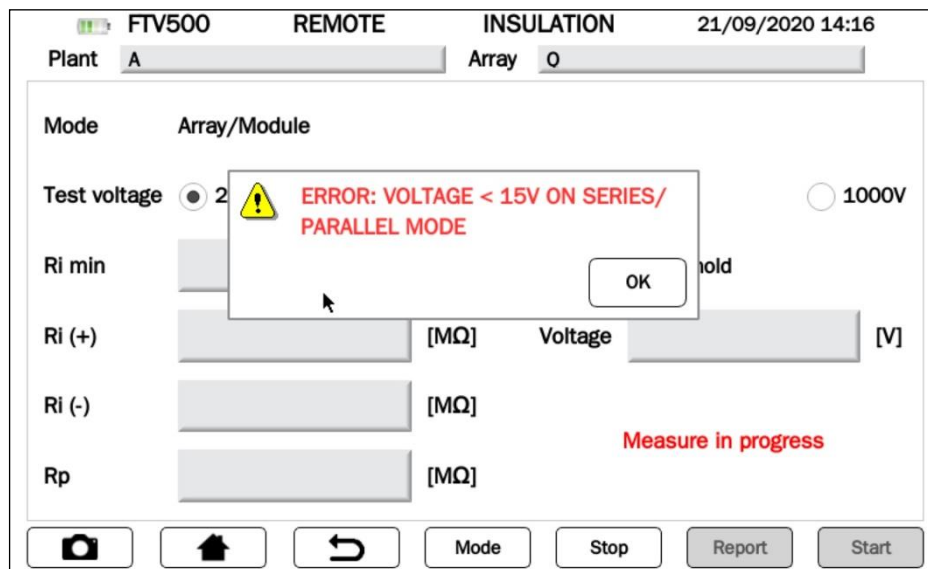

Figure 14.7.5-13 : Erreur lorsque la tension est inférieure à 15 V
**ATTENTION :** Ce test ne peut être effectué que sur des modules ou des strings avec une tension > 15V DC, si une tension n'est pas détectée par l'appareil, le message de la Figure 14.7.5-13 s'affichera et le test ne sera pas effectué.